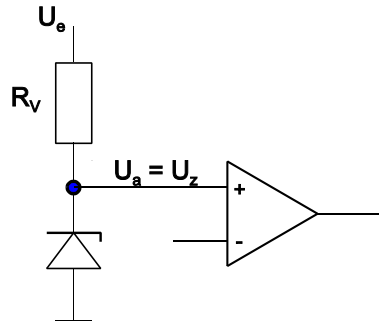

Abb. 4
6. Abb. 4 zeigt eine Stabilisierungsschaltung mit Z-Diode. Dimensionieren Sie den Widerstand  $R_V$ . Vorgaben:  $U_e = 12\text{ V} \pm 20\%$ ,  $U_a = U_z = 5\text{ V}$ ,  $I_{Z\text{max}} = 200\text{ mA}$ ,  $I_a = 0$  (die Schaltung soll lediglich eine Referenzspannung für den Comparator abgeben; die Belastung ist vernachlässigbar).